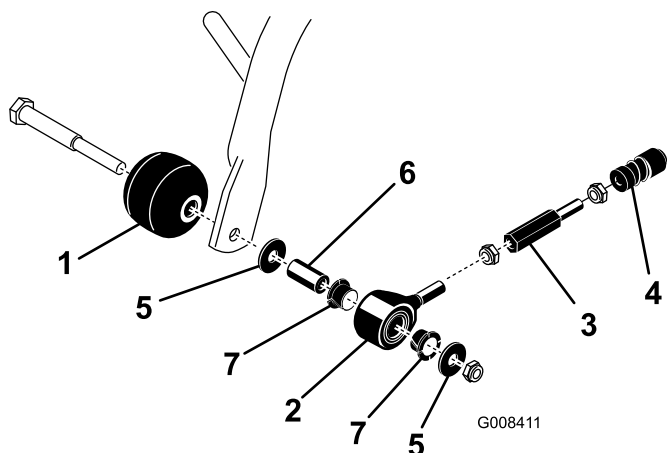

Figura 9
1. Monte un rodillo de protección y un conjunto de biela de tiro en el extremo exterior de cada bastidor de tiro delantero con un eje de rodillo, un espaciador, arandelas y una contratuerca (Figura 9). Asegúrese de que los componentes están en el orden indicado y que los casquillos de nylon están colocados en la biela de tiro.